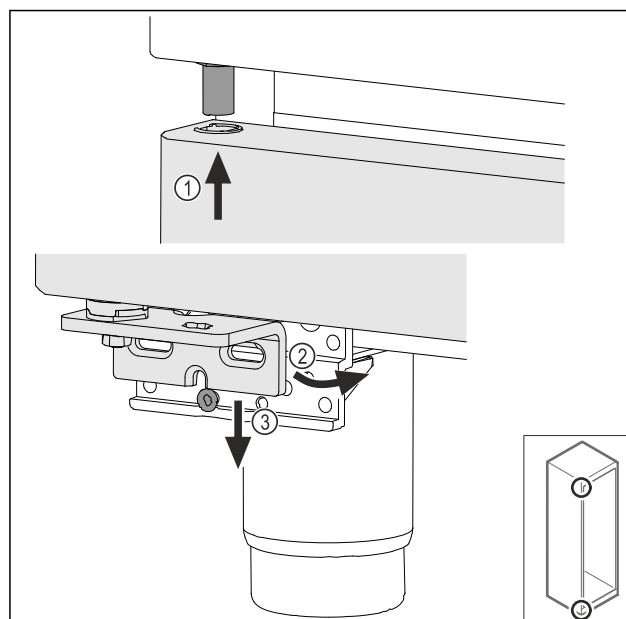

Fig. 49
- ▶ Наденете леко наклонената нагоре врата Fig. 49 (1), подравнете вратата напред Fig. 49 (2) и я поставете отдолу върху винта на опорната стойка Fig. 49 (3).